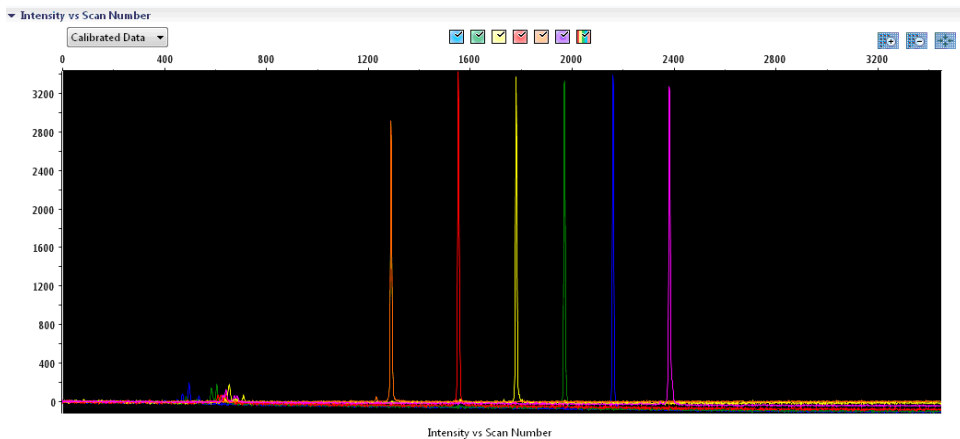

Рис. 2. Электрофореграмма спектральной калибровки матричного стандарта ВТ6 на Applied Biosystems 3500 Genetic Analyzer.
- Проверьте образцы матрицы: базовая линия должна быть плоской. Как показано на рис. 2, должно присутствовать 6 пиков высотой приблизительно 1000–6000 RFU для каждого образца с матрицей. **Примечание.** Оптимальный диапазон: 3000–5000 RFU.)